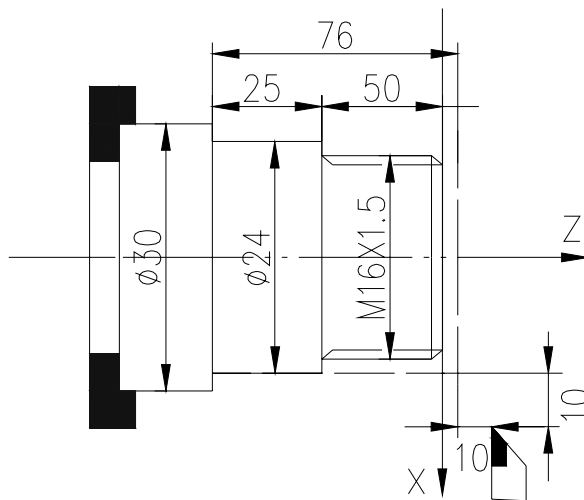

图 7-4-3 螺纹加工示例
**示例 2:** 加工图 7-4-3 所示工件。棒料： $\Phi 30 \times 100\text{mm}$ 。1 号刀为粗车刀，3 号刀切断，4 号刀为  $60^\circ$  螺纹车刀。